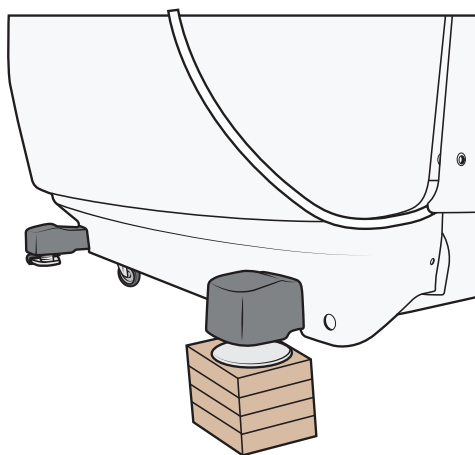

Figure 20
12. Placez des cales de bois sous les pieds du côté pieds de la baignoire. Voir Figure 20.